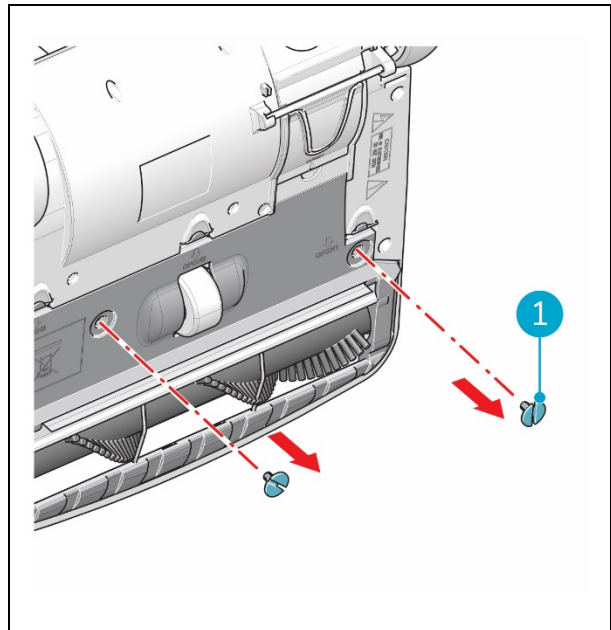

Figure 24
2. Retirez les vis métalliques (Figure 24, pos. 1).
10. Serrez les vis métalliques (Figure 24, pos. 1).